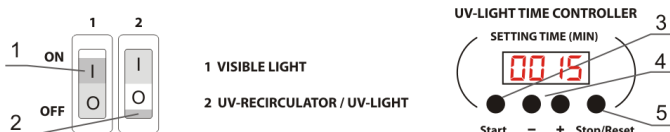

Рисунок 2. Панель управления
5.2.1. Переведите в положение ON выключатель **2** (рис. 2/2) на панели управления (рис. 3/1), это приведет в действие УФ рециркулятор в верхней части бокса (рис. 3/2) и активирует таймер открытой УФ лампы. УФ рециркулятор работает пока выключатель **2** не будет переведен в положение OFF (выключено).
5.2.2. Установите время экспозиции открытой УФ лампы на электронном таймере прибора (SETTING TIME), используя кнопки таймера “+” и “-” (рис. 2/4) для увеличения и уменьшения времени экспозиции с шагом 1 мин. Если кнопку удерживать нажатой дольше 2 секунд, скорость смены значения увеличивается. Рекомендуемое время экспозиции – два раза по 30 минут, после включения и до начала работ в боксе.
- 5.2.3. Нажмите кнопку **Start** (рис. 2/3). Включатся УФ лампы, таймер начнет отсчет времени экспозиции. Индикатор таймера отображает текущее время: до 1 часа - в минутах и секундах (мм:сс), после 1 часа - в часах и минутах (чч:мм). По достижении заданного времени, таймер автоматически отключит открытую УФ лампу.
- 5.2.4. Можно отключить открытую УФ лампу до истечения установленного времени экспозиции нажатием кнопки **Stop/Reset** (рис. 2/5). При этом в памяти сохраняется установленное время экспозиции. При полном выключении прибора время экспозиции таймера не сохраняется.
- 5.3.1. Для освещения рабочей поверхности включите люминесцентную лампу дневного света (рис. 3/3), переведите выключатель **1** (рис. 2/1) в положение ON, включено.